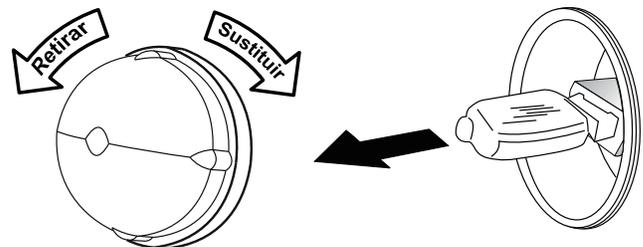

Figura 47: Sustitución de la luz halógena del horno
2. Retire el protector de la luz interior del horno girando un cuarto de vuelta hacia la izquierda (Figura 47).